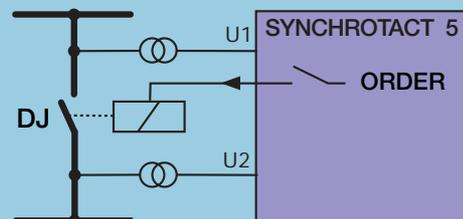

Fig. 2: Paralelismo de linhas de força
2. Paralelismo automático para linhas e barramentos síncronos ou assíncronos, ver Fig. 2 abaixo,